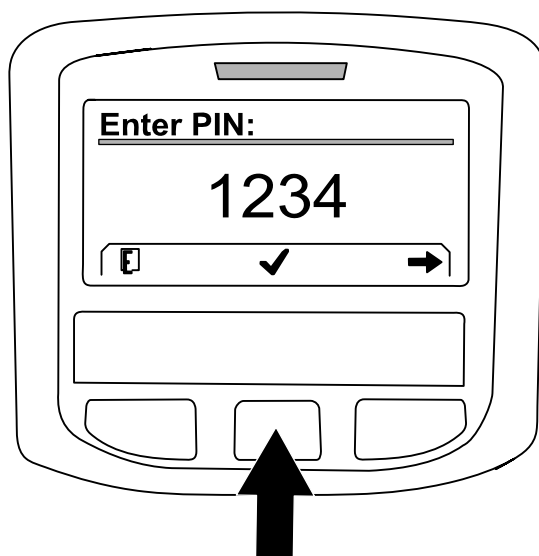
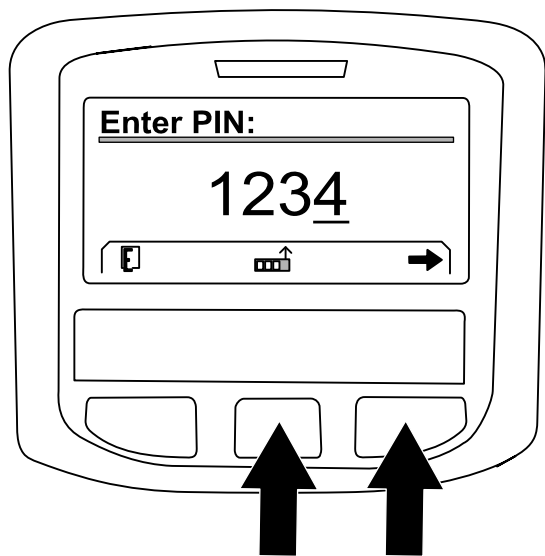

Рисунок 228
Рисунок 227
- A. Нажмите среднюю кнопку как требуется, чтобы ввести цифру ПИН-кода для левой позиции (Рисунок 227).
- B. После этого нажмите правую кнопку, чтобы перейти к следующей позиции цифры ПИН-кода (Рисунок 227).
- D. После того как будут введены все цифры ПИН-кода, нажмите правую кнопку (Рисунок 227) а затем нажмите среднюю кнопку, чтобы ввести ПИН-код в память (Рисунок 228).